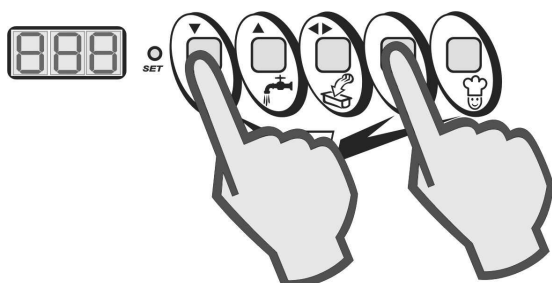

Abb.4
- Während dem Zyklus, erneut die Tasten STOP und HALBAUTOMATISCH drücken (Abb. 4).